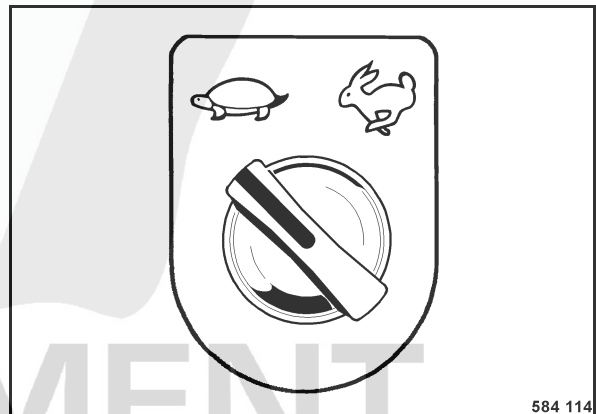

Fig. 62
- Tourner l'interrupteur rotatif des modes de déplacement (Fig. 62) sur position "Tortue".